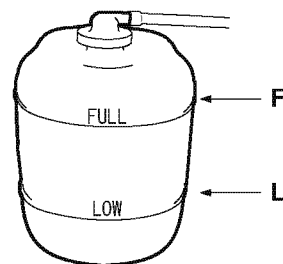

Figure 7
2. Ajoutez du liquide de refroidissement dans le réservoir du liquide de refroidissement pour qu'il reste entre la limite supérieure et la limite inférieure (**Figure 7**).